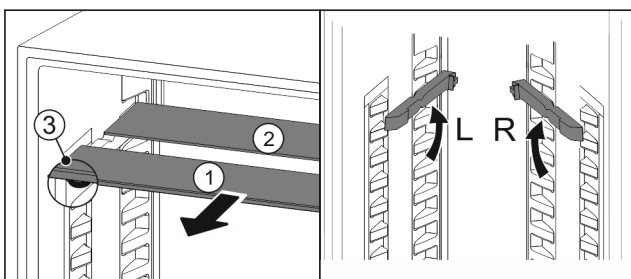

Fig. 112
- Tõmmake Fig. 112 (1) klaasplaadid üksikult ettepoole välja.
- Iluliist klaasplaat Fig. 112 (1) asub ees.
- Pidurid Fig. 112 (3) on suunatud allapoole.